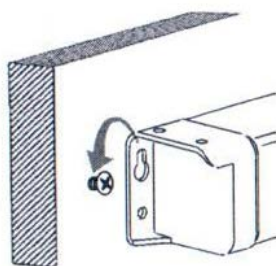

Рис.2
- подвесьте экран крепежными петлями на шурупы, как показано на рис.2;